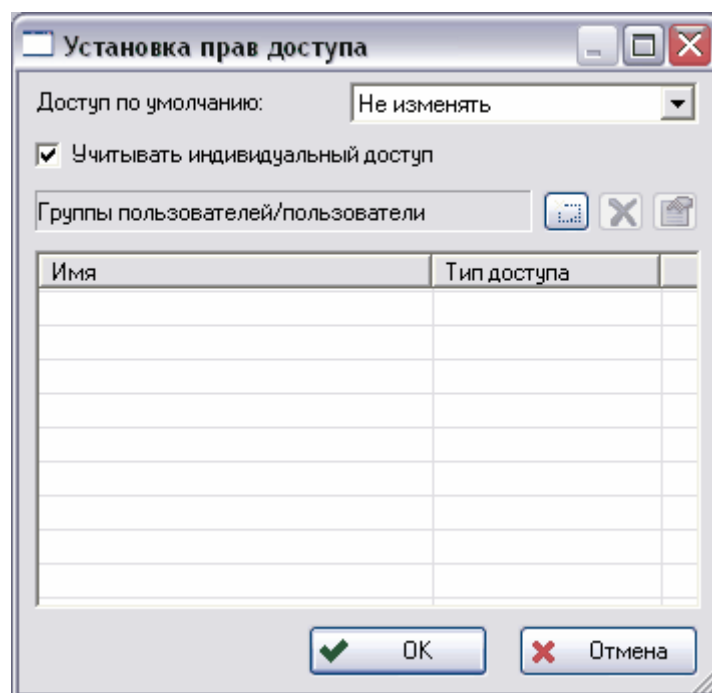

Рис. 24 Установка прав доступа
3. Для установки варианта доступа нажмите на кнопку . После этого появится окно **Установка прав доступа** (Рис. 24).